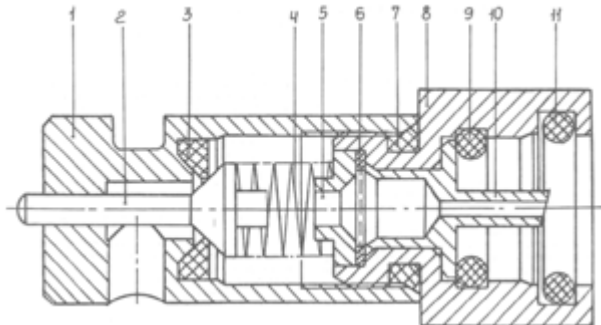

Рисунок 3 - Схема клапанного устройства
- 8.10 Для замены вышедшего из строя элемента запорного 3 (рисунок 3), который является уплотнением клапана, необходимо вынуть штифт 13 (рисунок 1) и снять клапанное устройство 12. Отвернуть втулку клапана 1 (рисунок 3) от переходника 8, снять клапан 2 с пружиной 4 и аккуратно извлечь элемент запорный из втулки клапана. После установки нового уплотнения провести сборку в обратном порядке.